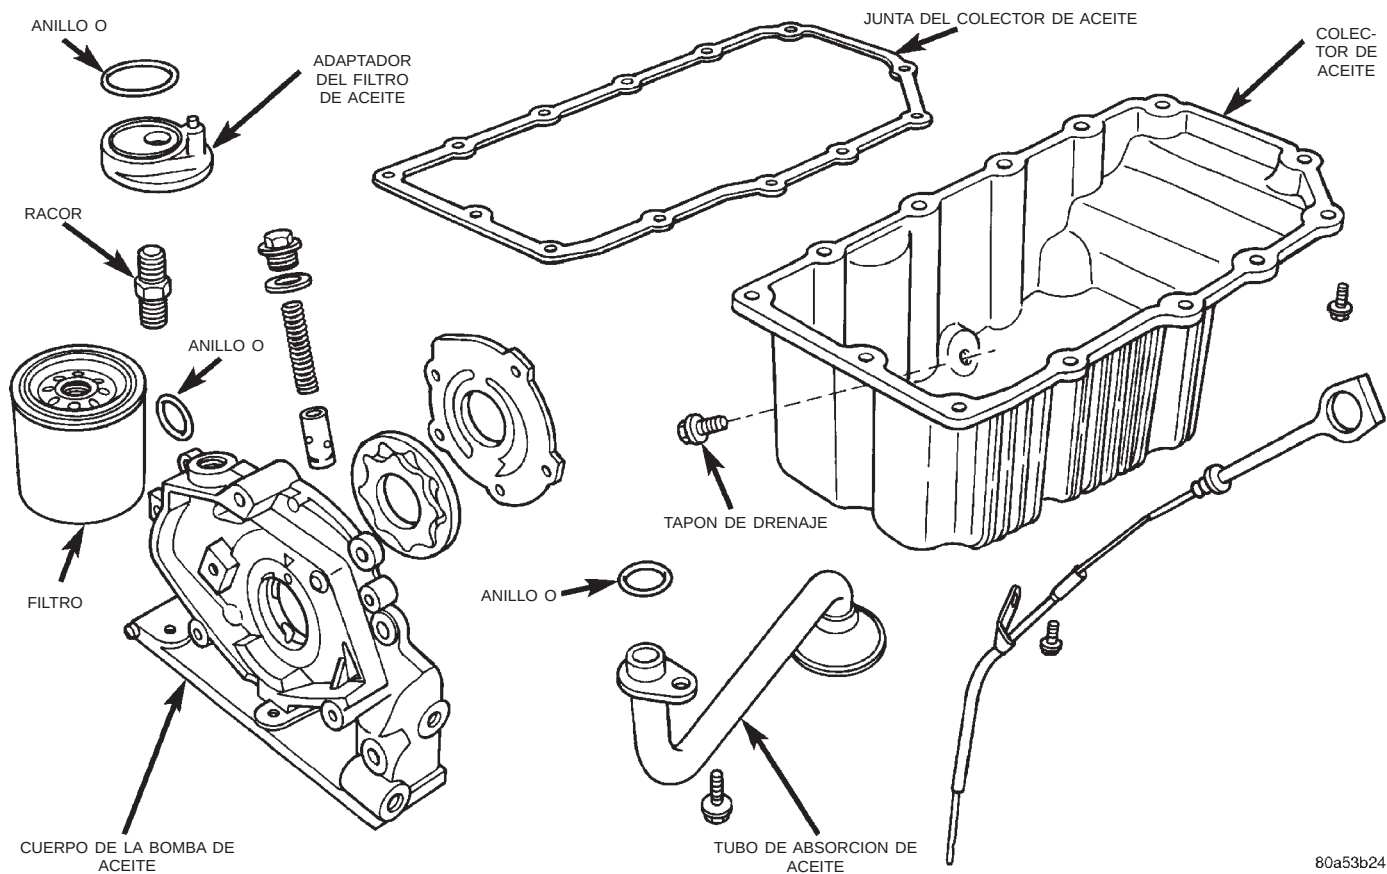

Fig. 110 Bomba y tubo de aceite
- (5) Retire el tubo de absorción de aceite.
- (6) Retire la bomba de aceite (Fig. 110) y la junta delantera del cigüeñal.